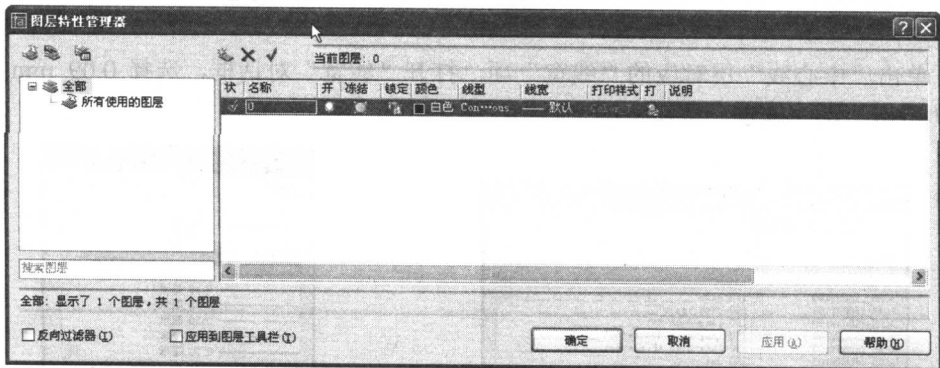

图 4-2 “图层特性管理器”对话框
(1) 在命令行输入命令 LAYER，或者单击下拉菜单“格式”→“图层”，或者单击图层工具栏命令图标，系统打开“图层特性管理器”对话框，如图 4-2 所示。